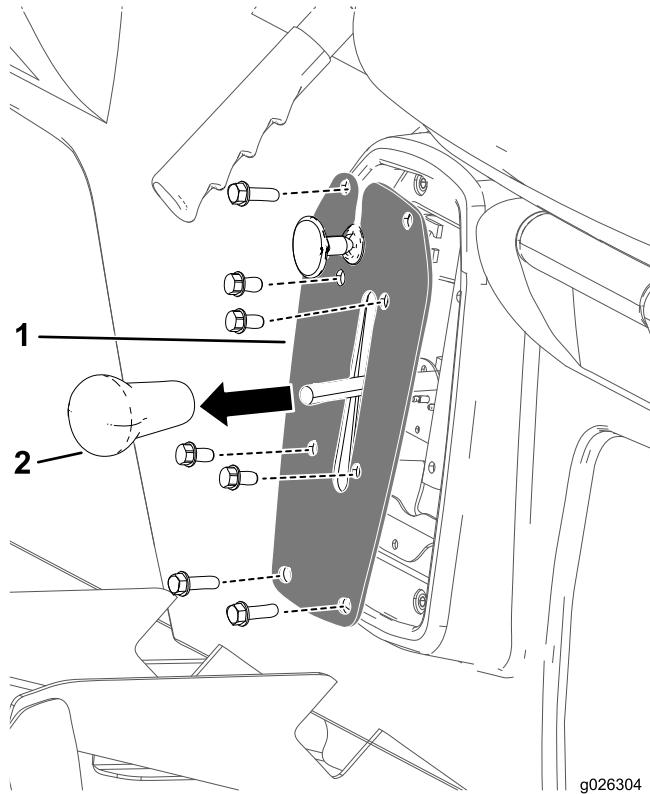

Рисунок 1
- Снимите рукоятку с рычага переключения передач (Рисунок 1).
2. Открутите 4 болта крепления пластины переключения передач к консоли механизма переключения передач (Рисунок 1).
3. Открутите 4 болта крепления пластины переключения передач к основанию сиденья и снимите пластину переключения передач (Рисунок 1).